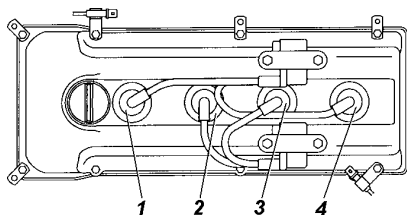

Рис. 9.26. Порядок установки высоковольтных проводов двигателя 3МЗ-409:
11. Запрещается пуск двигателя с неправильно установленными высоковольтными проводами от катушек зажигания к свечам или с низковольтными проводами (двигатели с впрыском) к катушкам зажигания (рис. 9.26).